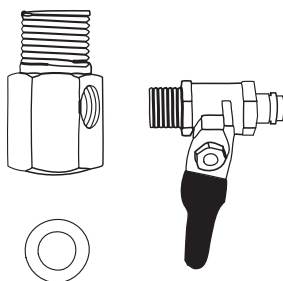

Рис. 11
2.1. Соберите узел подачи воды путем соединения шарового крана с тройником, как показано на **рис. 11**. Используя ленту ФУМ, вверните кран подачи воды в тройник. Будьте предельно осторожны при подсоединении крана — чрезмерное усилие повредит его резьбу. Используйте гаечный или разводной ключ.